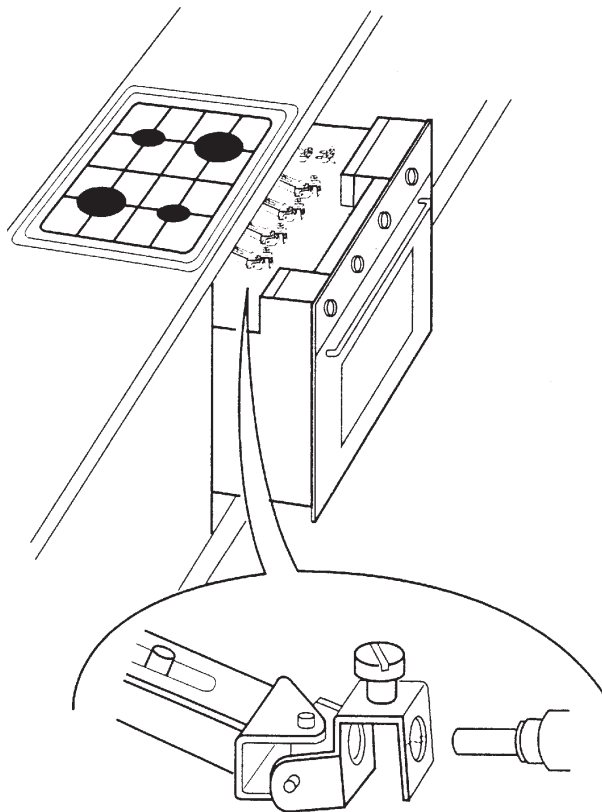

Abb. 8 - Fig. 8 - Рис. 8
**Für das Kombinieren des Ofens mit den für mehrere Gastypen geeigneten Kochmulden (Abbildung 8) sind die der Kochmulde beiliegenden Hinweise und Anleitungen zu beachten.**
If a gas hob is to be installed in combination with the oven refer to the instructions supplied with the hob (figure 8).
Для комбинирования духовки с нагревательными поверхностями, подходящими к различным типам газа (рис. 8), использовать указания и руководства, прилагающиеся к нагревательным поверхностям.